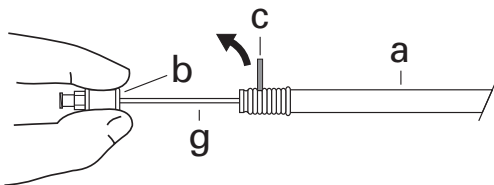

Abb. 5
3. Den Ansatz (b) an der Metallkanüle (g) ruhig und fest halten. Zum Entfalten des Stents die rote Sicherheitssperre (c) entfernen. (Abb. 5)